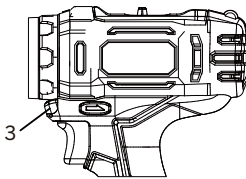

Fig. 8
La lampe de travail à DEL (3) s'allume automatiquement lorsque la gâchette est comprimée (Fig. 8). Elle s'éteint automatiquement lorsque la gâchette est relâchée.